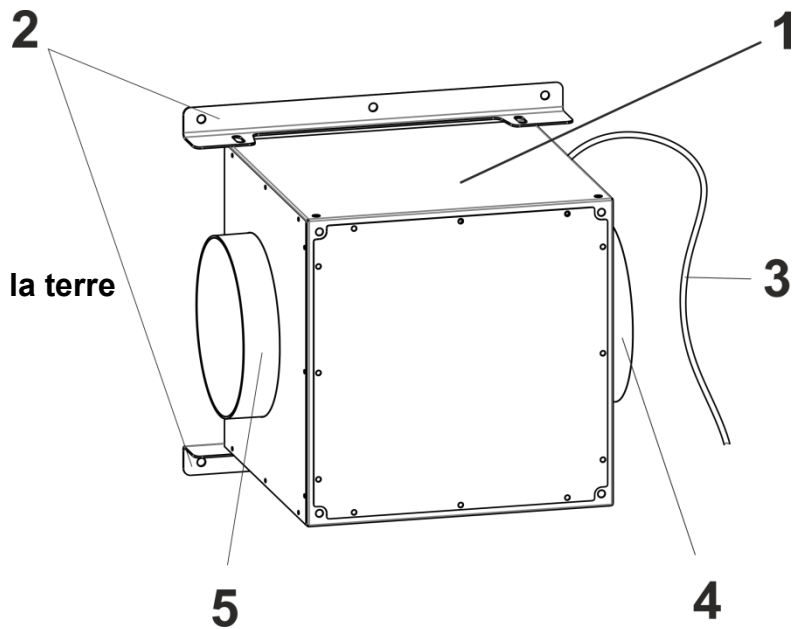

Fig. 1
5.4 Le ventilateur se compose des composants suivants (**Fig.1**)